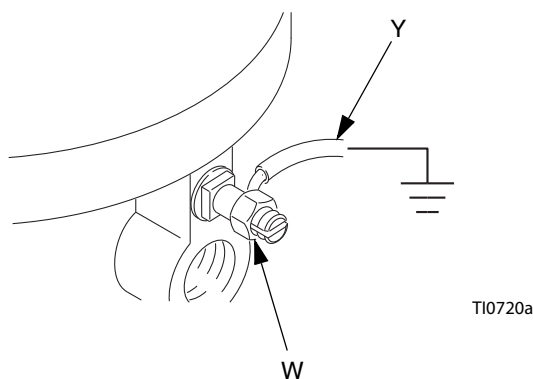

Рис. 1. Провод заземления
Насос: Используйте зажим и провод заземления (Y). См. Рис. 1. Ослабьте стопорную гайку (W) наконечника провода заземления и шайбу. Вставьте один конец провода заземления в паз наконечника и надежно затяните стопорную гайку. Соедините зажим заземления с точкой истинного заземления. Номер детали для заказа: 237569 - Зажим и провод заземления.